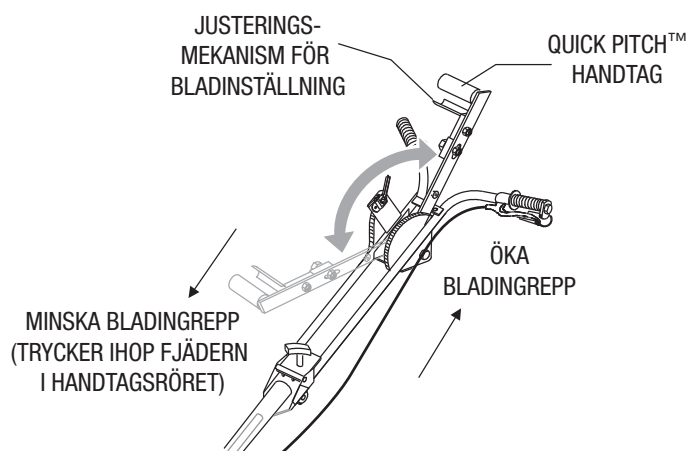

Bild 17. Quick Pitch™ handtag
1. För att vinkla bladen uppåt med "**Quick Pitch™**" - **handtaget**, (bild 17) tryck bara på avtryckaren och dra handtaget mot operatören. Trycker du handtaget mot motorn kommer alla blad att ligga platta.